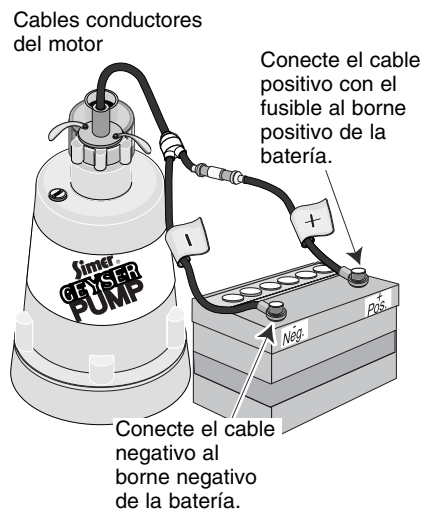

Figura 2 – Conexiones de los cables.
6. Conecte los cables conductores del motor según se indica en la Tabla I y según se ilustra en la figura 2.